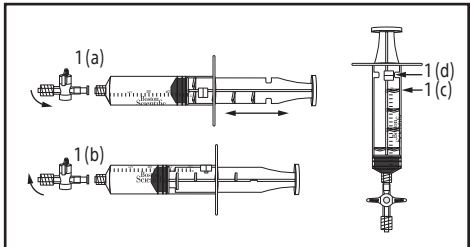

Figura 1.
- Examine la llave de paso [figura 1 (a)]. La llave de paso tiene dos conexiones Luer para acoplarla a la aguja y la jeringa. Puede intercambiarse aire con la llave de paso en posición abierta. La llave de paso está abierta cuando se encuentra alineada paralelamente a la jeringa, y está cerrada cuando se encuentra perpendicular a la jeringa (como se muestra).
- Examine la jeringa (figura 1). El cilindro de la jeringa tiene un pasador de tope [figura 1 (d)] y el émbolo de la jeringa cuenta con cuatro aletas de bloqueo [figura 1 (c)]. El émbolo de la jeringa se puede desplazar dentro del cilindro de la jeringa para bloquearla y desbloquearla. Para bloquear la jeringa, tire hacia atrás del émbolo hasta que se alinee con el volumen de aspiración deseado [figura 1 (a)]. Gire el émbolo hacia la derecha para que el pasador de bloqueo encaje con las aletas de bloqueo del émbolo [figura 1 (b)]. Gire el émbolo hacia la izquierda para soltarlo.